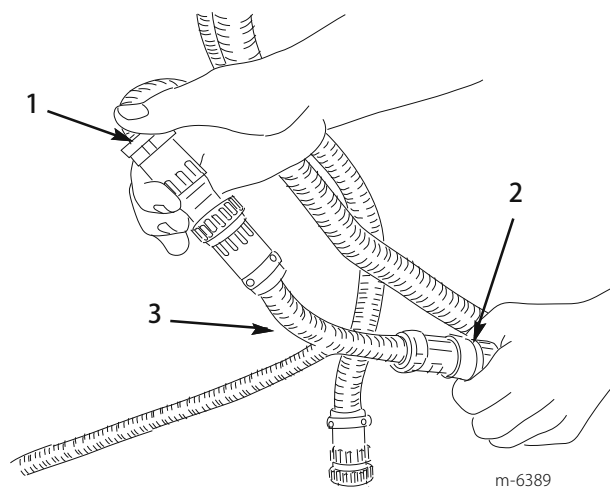

図21
6. ダッシュボード下の手動コントロール・ボックスとスプレー・ハーネスの間のコネクタを外す (図21)。
7. 新しい後部コントロール・ボックス・ハーネスのT字端部で手動コントロール・ボックス・ハーネスとスプレー・ハーネスの間を接続する (図21 および22)。